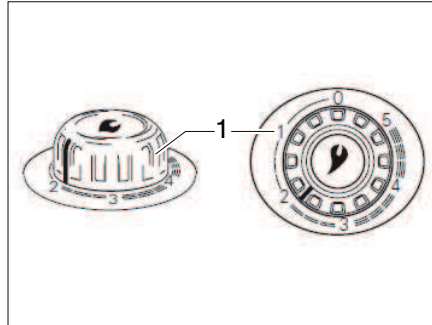

Fig. 100 Bouton tournant du chauffage à air chaud
- Régler le bouton tournant du chauffage (Fig. 100,1) sur la position voulue et l'enfoncer à fond.
- Mettre le bouton tournant du chauffage (Fig. 100,1) sur "0". L'allumage automatique est mis hors service en même temps.
- ▷ Vous trouverez des informations complémentaires dans le mode d'emploi séparé "Truma S 3004 (P) / S 5004".